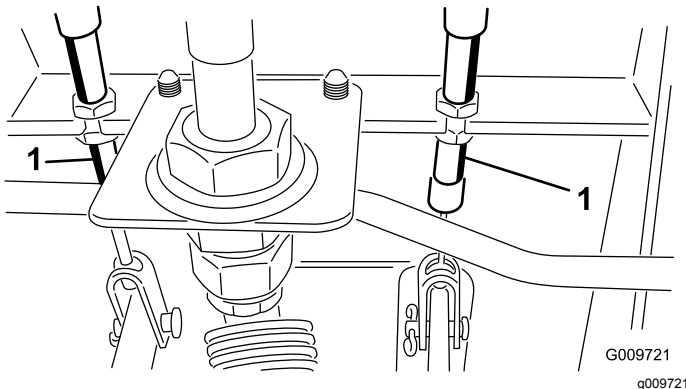

Figura 53
- A. Afloje la tuerca delantera del extremo roscado del cable de freno (Figura 53).